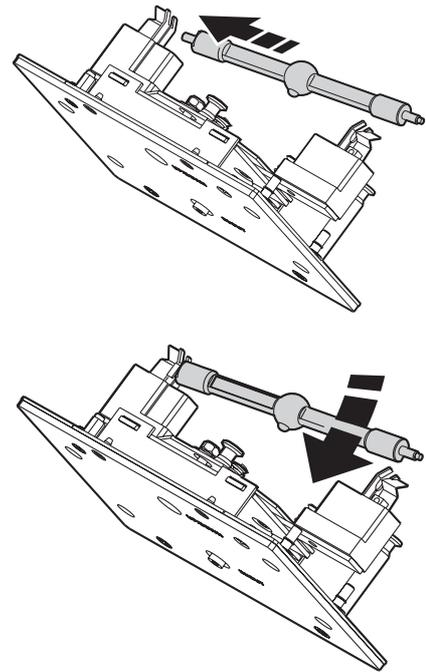

**Bild 2: Ausbauen der Lampe**
- 3 Lösen Sie die Haltefeder am linken Sockel und kippen Sie das Leuchtmittel nach vorne. Ziehen Sie das andere Ende aus dem Sockel. Verwenden Sie wenn nötig einen Schraubendreher wie in Bild 2 gezeigt.